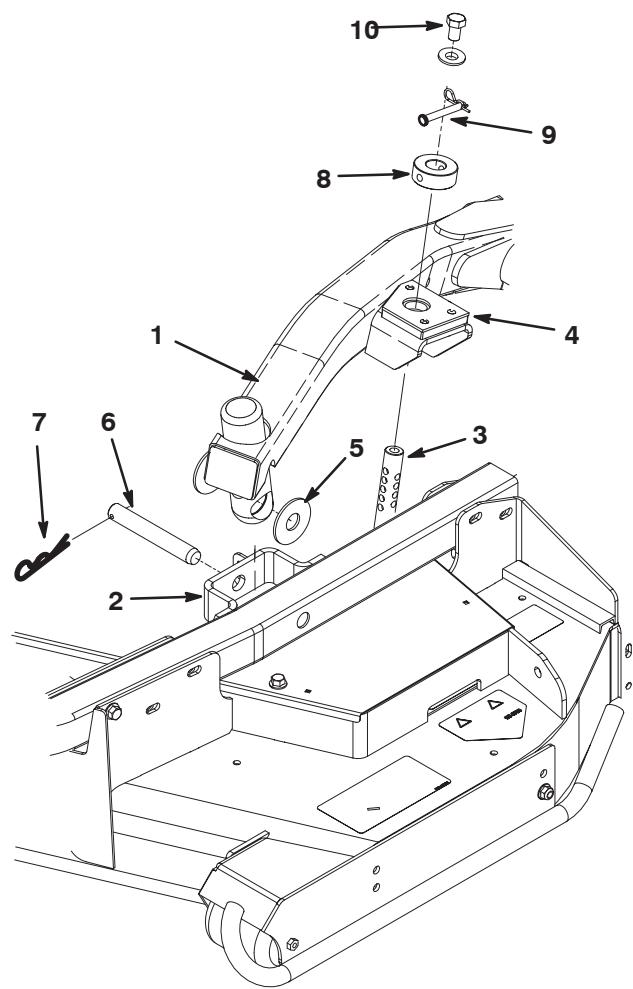

Bild 7
2. Stellen Sie den Hubhebel auf die Schweben-Stellung. Drücken Sie einen Hubarm nach unten, bis die Löcher im Hubarm mit den Löchern in der Laufradarmhalterung ausgerichtet sind, und die Schnitthöhenstange in die Hubarmpolster eingesetzt werden kann (Bild 7).
3. Befestigen Sie den Hubarm mit den zwei (2) Druckscheiben, einem Lastösenbolzen und einem Splint am Laufradarm. Legen Sie die Druckscheiben zwischen den Hubarm und die Halterung des Laufradarms (Bild 7). Setzen Sie das Ende des Splints in den Schlitz im Laufradarm ein, um den Splint zu arretieren.
7. Befestigen Sie die Schnithöhenstellringe an den Schnithöhenstangen und befestigen Sie sie mit den Lastösenbolzen und den Splints (Bild 7). Der Kopf des Lastösenbolzens sollte möglichst zur Mähwerkvordeiseite zeigen.
8. Setzen Sie oben auf jeder Schnithöhenstange eine 1/2 x 3/4 Zoll Kopfschraube und eine Scheibe ein (Bild 7).